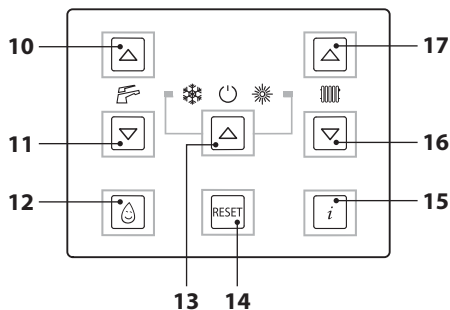

Рисунок 6.5
- Нажать и удерживать в течение 2 секунд кнопку 13, пока на дисплее не появятся символы  и , см. Рисунок 6.5.
- Выключить котел, нажав и удерживая в течение 2 секунд кнопку 13 (Рисунок 6.5), пока на дисплее не появится символ  (последовательно загорающиеся тире, символизирующие движение) (Рисунок 6.4).